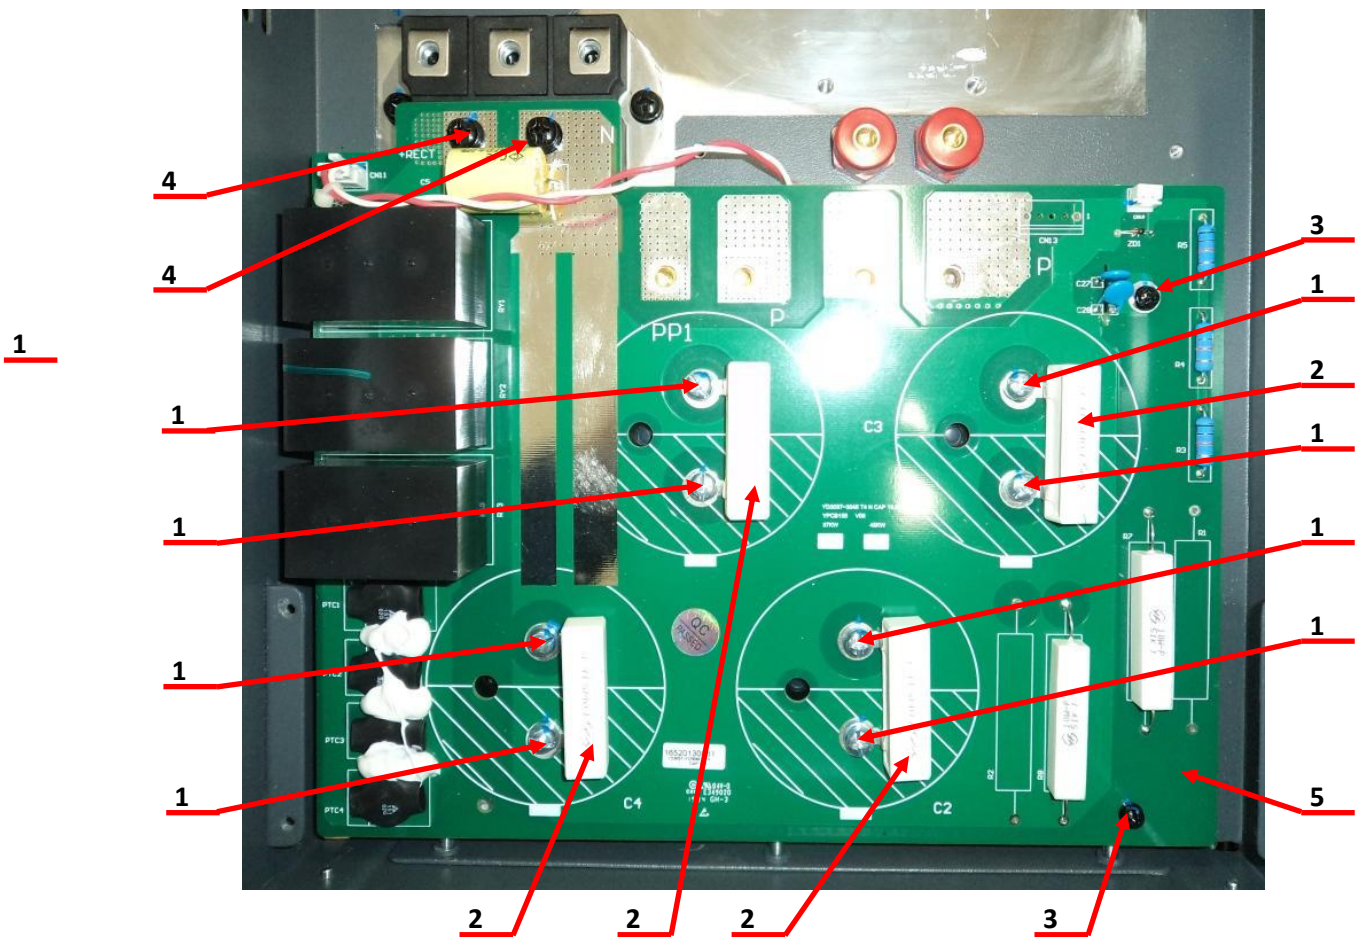

Рис.7.12
- 7.4.1. Установит плату конденсаторов поз.5 сверху панели конденсаторов (рисунок 7.12).